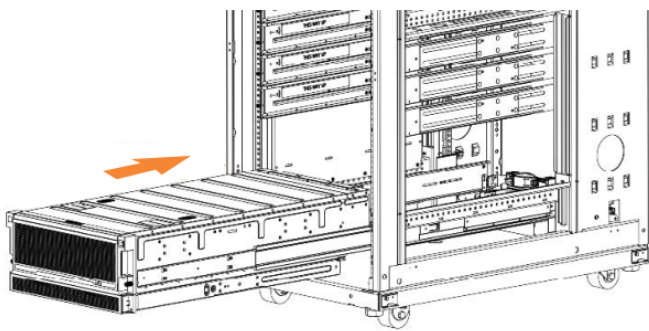

Figura 60. Exemplo de instalação do gabinete no rack
- Instale o gabinete de expansão na posição mais baixa no rack. A Figura 60 na página 60 mostra um exemplo.